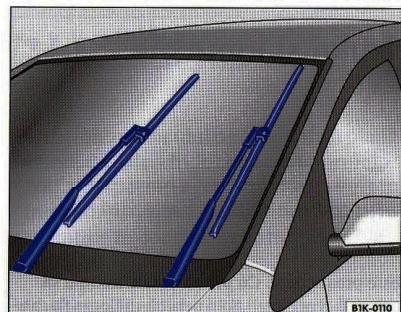

Fig. 12 Ștergătorul de parbriz în poziția de service.
- Deplasați maneta ștergătoarelor scurt în jos. Ștergătoarele vor intra în poziția service ⇒ fig. 12.